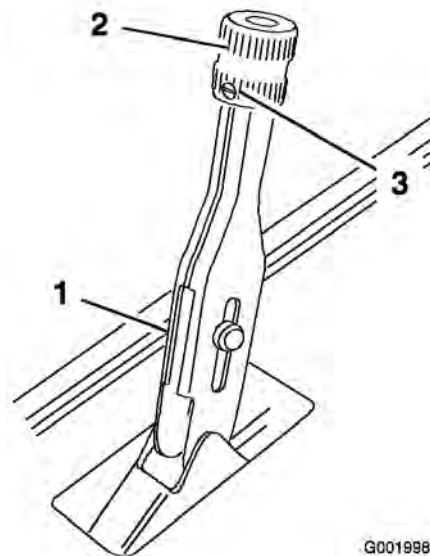

Figura 61
1. Desaperte o parafuso de afinação que fixa o manípulo à alavanca do travão de mão (Figura 61).